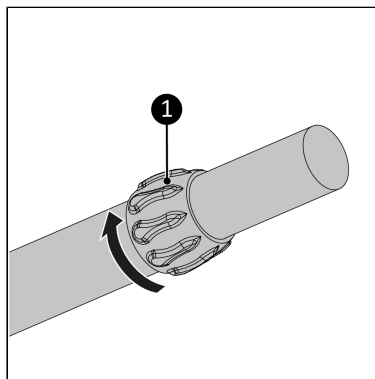

Figure 43.
1. Serrez l'anneau de réglage (Figure 43, pos. 1) du tube réglable. Cela empêchera le tube intérieur de se déplacer pendant l'assemblage.